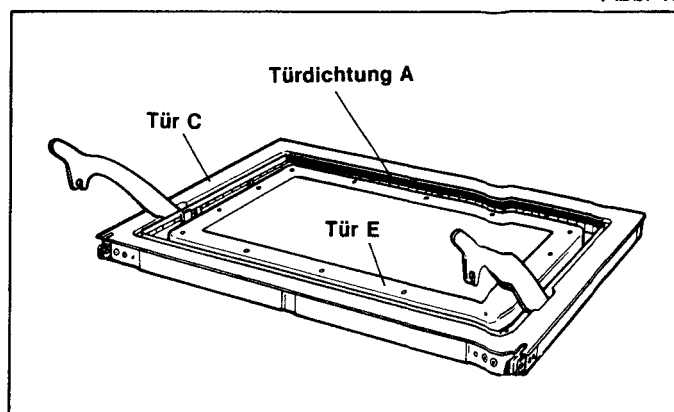

Abb. 17
- (H) Von Türteil C die Dichtung A abnehmen. **Abb. 17.**
- (I) Türteil C abnehmen. **Abb. 17.**